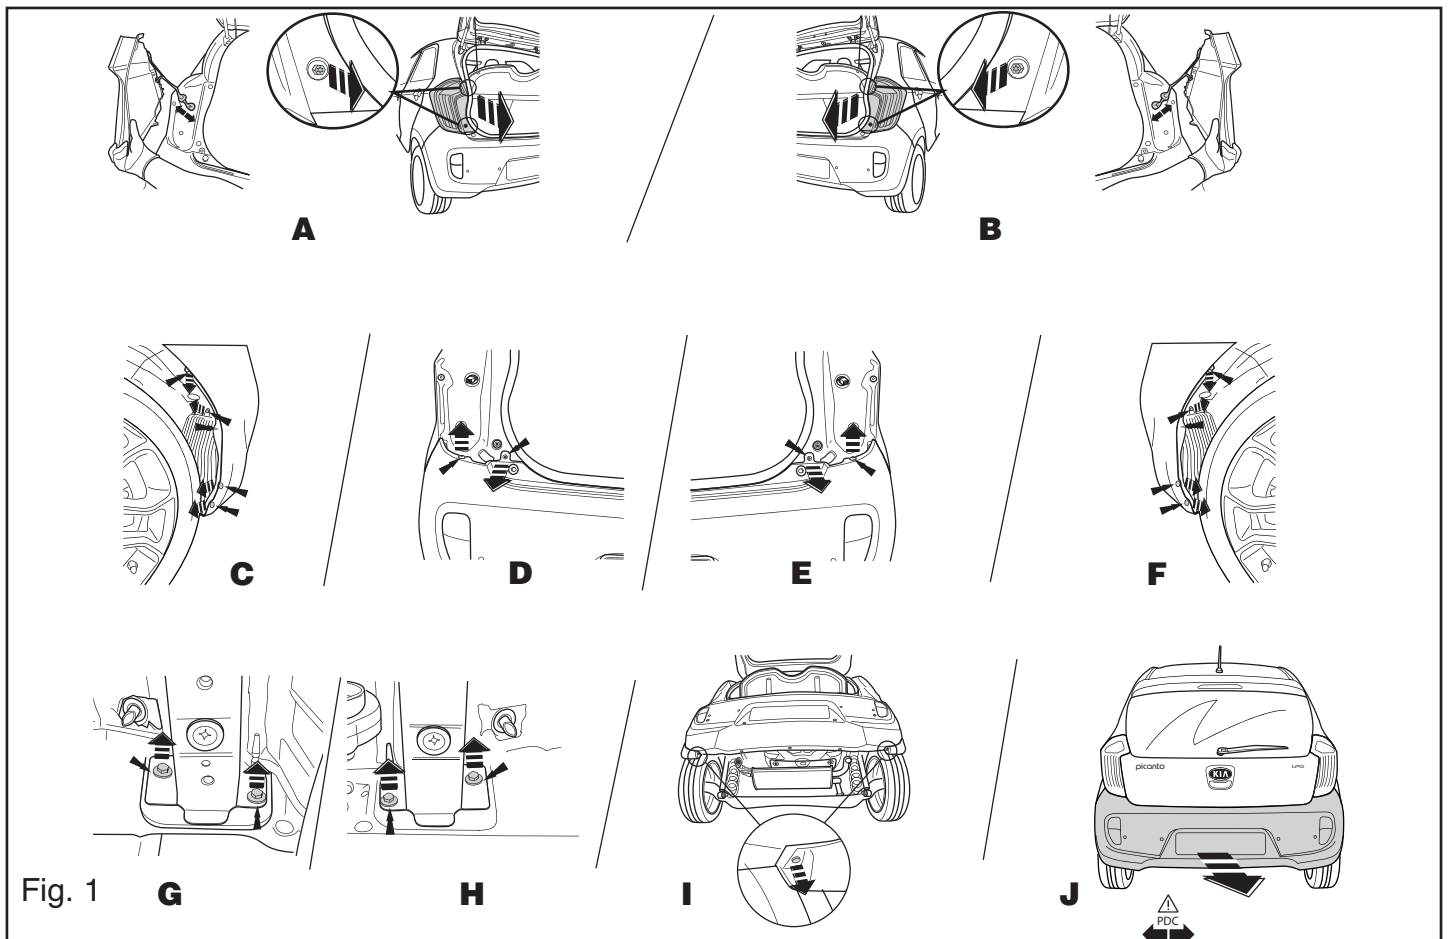

Fig. 1
1. For 5Drs vehicles, the following applies: Remove the rear-light units. Remove the bumper and the steel buffer beam from the vehicle. See fig. 1.
1. **Für 5Drs-Fahrzeuge gilt:** Die Rücklichter abmontieren. Die Stoßstange einschließlich des stählernen Stoßbalkens vom Fahrzeug abmontieren. Siehe Abbildung 1.
1. **Pour les modèles 5Drs:** Démonter les feux arrière. Déposer le pare-chocs du véhicule y compris la traverse en acier. Voir la figure 1.
1. **For 5Dr's køretøjer gælder følgende:** Demonter baglysenhederne. Demonter kofangeren, inklusive køretøjets stålstedbjælke. Se fig. 1.